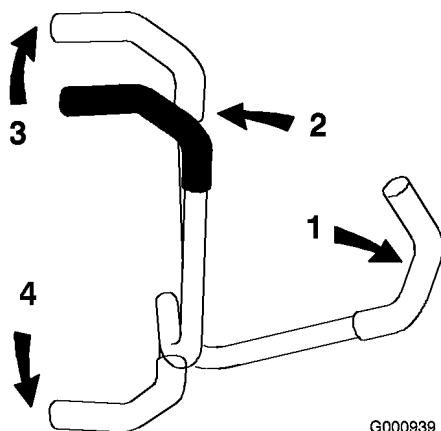

Figure 16
1. Mettez les leviers de commande de déplacement (Figure 16) en position de verrouillage du point mort.
- Pour vous déplacer en marche avant, poussez doucement les leviers de commande de déplacement vers l'avant (Figure 16).
Pour vous déplacer en ligne droite, appliquez une pression égale sur les deux leviers de déplacement (Figure 16).
Pour tourner, rapprochez du point mort le levier de commande correspondant à la direction que vous voulez prendre (Figure 16).
Pour tourner, relâchez le levier de commande correspondant à la direction que vous voulez prendre (Figure 16).
- Pour vous déplacer en marche arrière, tirez doucement les leviers en arrière (Figure 16).